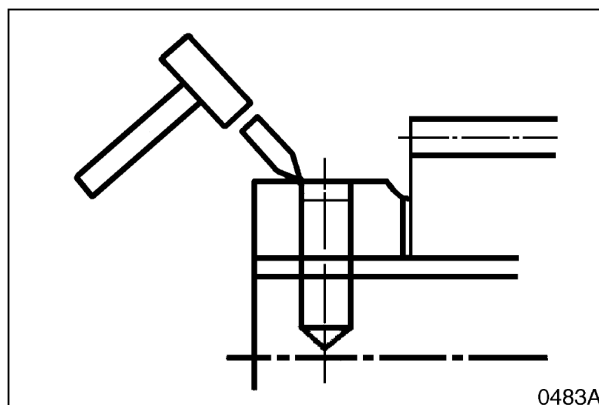

Рис. 14
Д. Как показано на рис. 14 используйте зубило, чтобы вставить пружинные штифты (15, рис. 13) (вставленные во время предыдущей операции) обратно в пальцы (27).